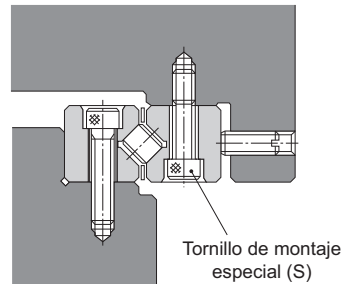

Fig.2
Si es inevitable adoptar un método de montaje como el que se muestra en la Fig.2 debido a una razón estructural, utilice el tornillo de montaje especial (S) indicado en la Fig.3.